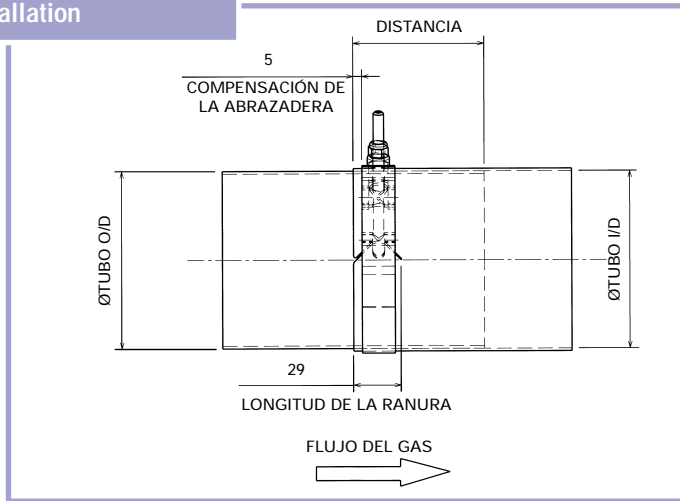

Figure 1: OD/ID Requisitos comunes
- 3.3 Tous les joints intérieurs et extérieurs de tuyaux/tubes doivent être assemblés comme illustré à la Figure 1 dans laquelle la 'Distance' nominale est égale à 65 mm (50 mm minimum).